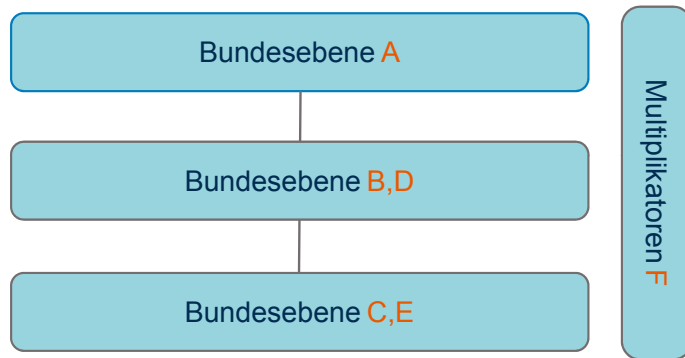

Abb. 2: Struktur der Arbeitspakete
Das Arbeitsprogramm ist modular aufgebaut und besitzt eine hierarchische Struktur, allen Aktivitäten voraus sollen Spitzengespräche zwischen dem Bundesministerium für Arbeit und Soziales, der Deutschen Gesetzlichen Unfallversicherung und der KMK (Abb. 2: A) durchgeführt werden. Konsequenz soll eine gemeinsame Position zur Unterstützung und Durchführung des Programms sein. Dabei spielt die Unterstützung durch die Kultusministerkonferenz eine wichtige Rolle. Aufbauend darauf können die einzelnen Bundesländer ihren eigenen Weg zur Umsetzung des Arbeitsprogramms suchen. Regionale „Runde Tische“ (Abb. 2: B) sollen regionale Probleme fixieren, die dann gemeinsam mit Verantwortlichen und Partnern gelöst werden.
Ein Beispiel wäre das Problemfeld Lärm. Aber auch eine Sensibilisierung für die Themen Gefahrstoffe und Biostoffe ist angedacht, wobei hier sehr behutsam auf die Felder hingearbeitet werden muss. Fachliche und damit verbundene pädagogische Konzepte sind an dieser Stelle gefragt (D). Schulleiterseminare sollen unterstützen und spezielle Materialien für die Schülerinnen und Schüler sollen sensibilisieren helfen (Abb. 2: C).
Geeignete Materialien für Schüler werden vom GDA-Arbeitsprogramm Schulen ausgewählt oder erarbeitet (Abb. 2: E) und stehen zur Verfügung.
Multiplikatoren werden die Prozesse begleiten und geben kontinuierlich Impulse (Abb. 2: F).